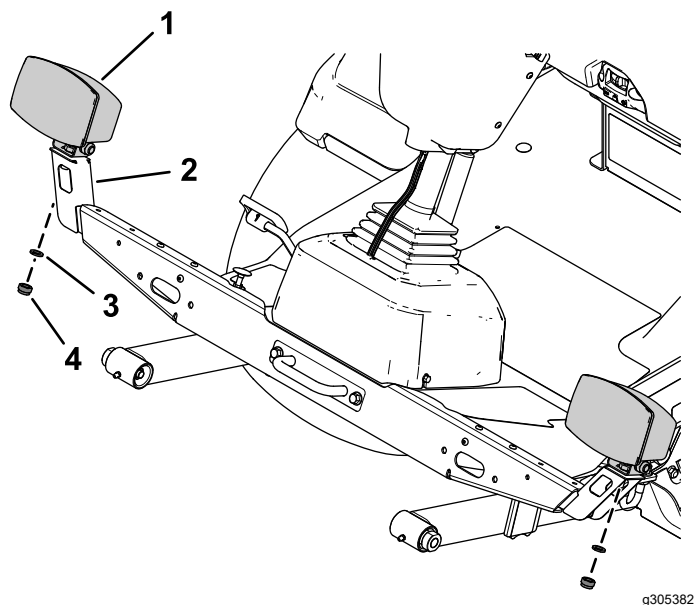

Figura 20
4. Fixai ansamblul luminii din stânga și ansamblul luminii din dreapta pe suportul luminii din stânga și pe suportul luminii din dreapta folosind aiba de blocare și piulița hexagonală de pe ansamblurile de lumină (Figura 20).